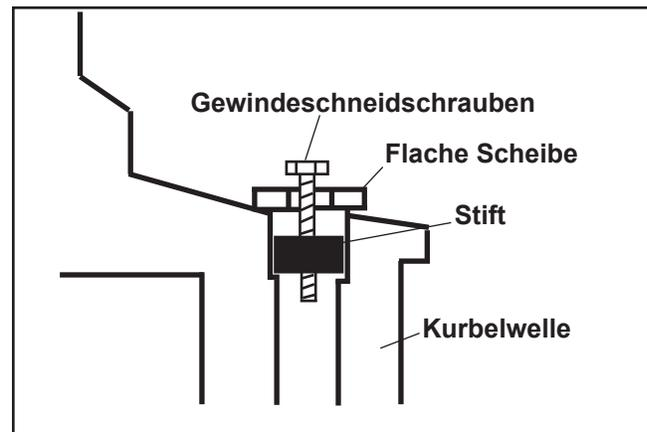

Abbildung 10-2. Entfernung Pleuelzapfenstopfen.
2. Eine 3/4- oder 1-Zoll-lange Gewindeschraube mit einer flachen Unterlegscheibe in die Bohrung einführen. Die flache Unterlegscheibe muss groß genug sein, um auf dem Rand der Stopfenbohrung zu liegen. Siehe Abbildung 10-2.